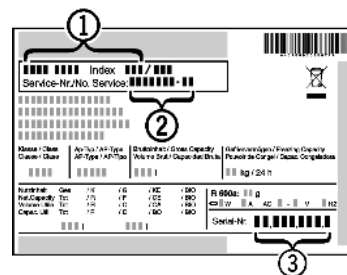

Fig. 9
- Označení přístroje Fig. 9 (1), servisní číslo Fig. 9 (2) a sériové číslo Fig. 9 (3) naleznete na typovém štítku. Identifikační typový štítek je umístěn na levé vnitřní stěně přístroje.
- Informujte zákaznický servis a sdělte poruchu, označení přístroje Fig. 9 (1), servisní číslo Fig. 9 (2) a sériové číslo Fig. 9 (3).